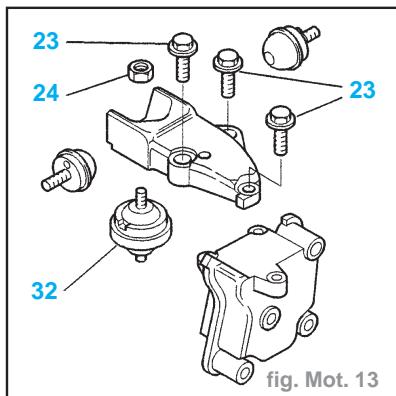

fig. Mot. 13
- (23) fixation support moteur droit (fig. Mot. 13) **4,5**
- (24) fixation du support moteur droit sur cale élastique **4,5**